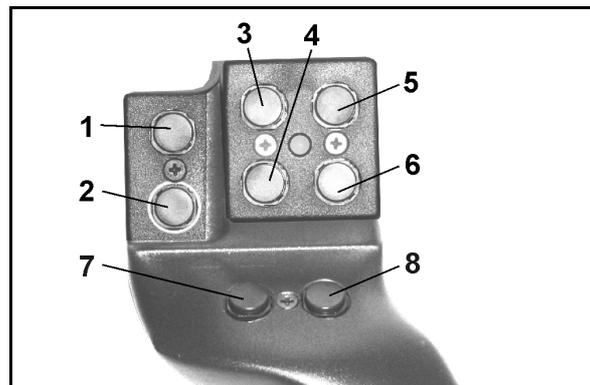
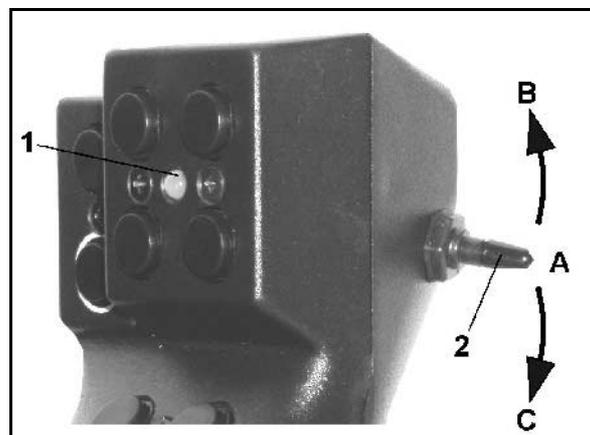

Fig. 55
Fig. 56
Zur Bedienung des **AMATRON⁺** hat der Multifunktionsgriff (Fig. 55) 8 Tasten (1 - 8) zur Verfgung. Weiterhin kann mittels Schalter (Fig. 56/2) die Belegung der Tasten 3-fach verndert werden.
- Mittelstellung (Fig. 56/A) und kann nach
- oben (Fig. 56/B) oder
- unten (Fig. 56/C) bettigt werden.
Die Stellung des Schalters wird durch eine LED-Leuchte (Fig. 56/1) angezeigt.